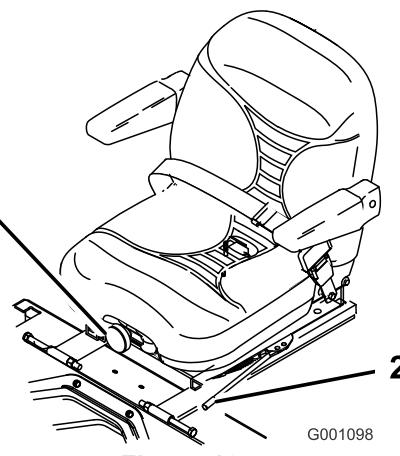

Figura 19
- Il sedile si regola spostando da un lato la leva per sbloccarlo (Figura 19).
Per spostarlo, girate la manopola davanti nella direzione opportuna, fino ad ottenere il migliore comfort (Figura 19).